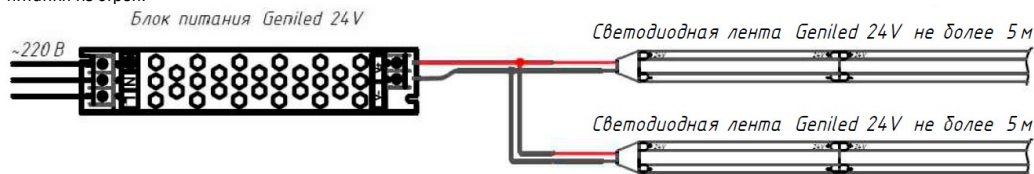
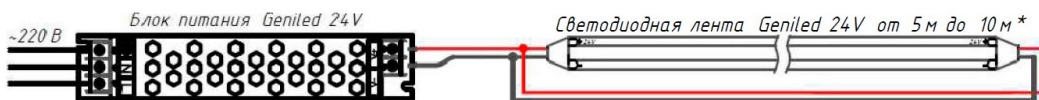

Рисунок 6. Варианты подключения.
Рисунок 7. Варианты подключения.
5.6. Если требуется подключить более 5 метров ленты, то необходимо выполнить параллельное подключение дополнительной ленты к блоку питания (см. рисунок 6), либо подключите ленту с двух сторон к блоку питания («кольцевание») (см. Рисунок 7). Внимание! Запрещается подключать одну ленту к разным блокам питания одновременно: это может привести к выходу блока питания из строя.